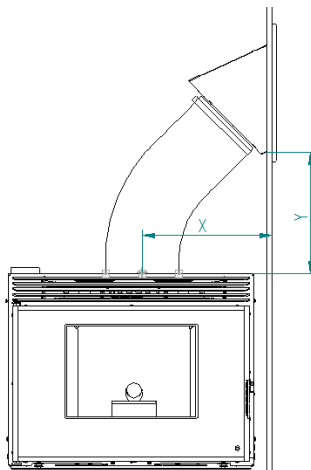

Figure 13 - Installation du remplissage
- L'emplacement de l'ouverture de chargement doit respecter une certaine distance, dans laquelle X est toujours plus grand que Y , avec $Y > X \times 0,7$, Figure 13. De cette façon, la pente sera suffisante pour que les granulés ne restent pas coincés dans le tuyau reliant la bouche de chargement au remplissage de l'insert. L'ouverture de chargement peut être installée sur l'une des parois formant la hotte où l'appareil est installé, à droite ou à gauche comme à l'avant ou même à l'arrière, en fonction de vos possibilités. Il faut toujours respecter les distances minimales $X = 390$ mm $Y = 275$ mm Exemple : $X = 450$ $Y = 450 \times 0,7$ mm = 315 mm (minimum).